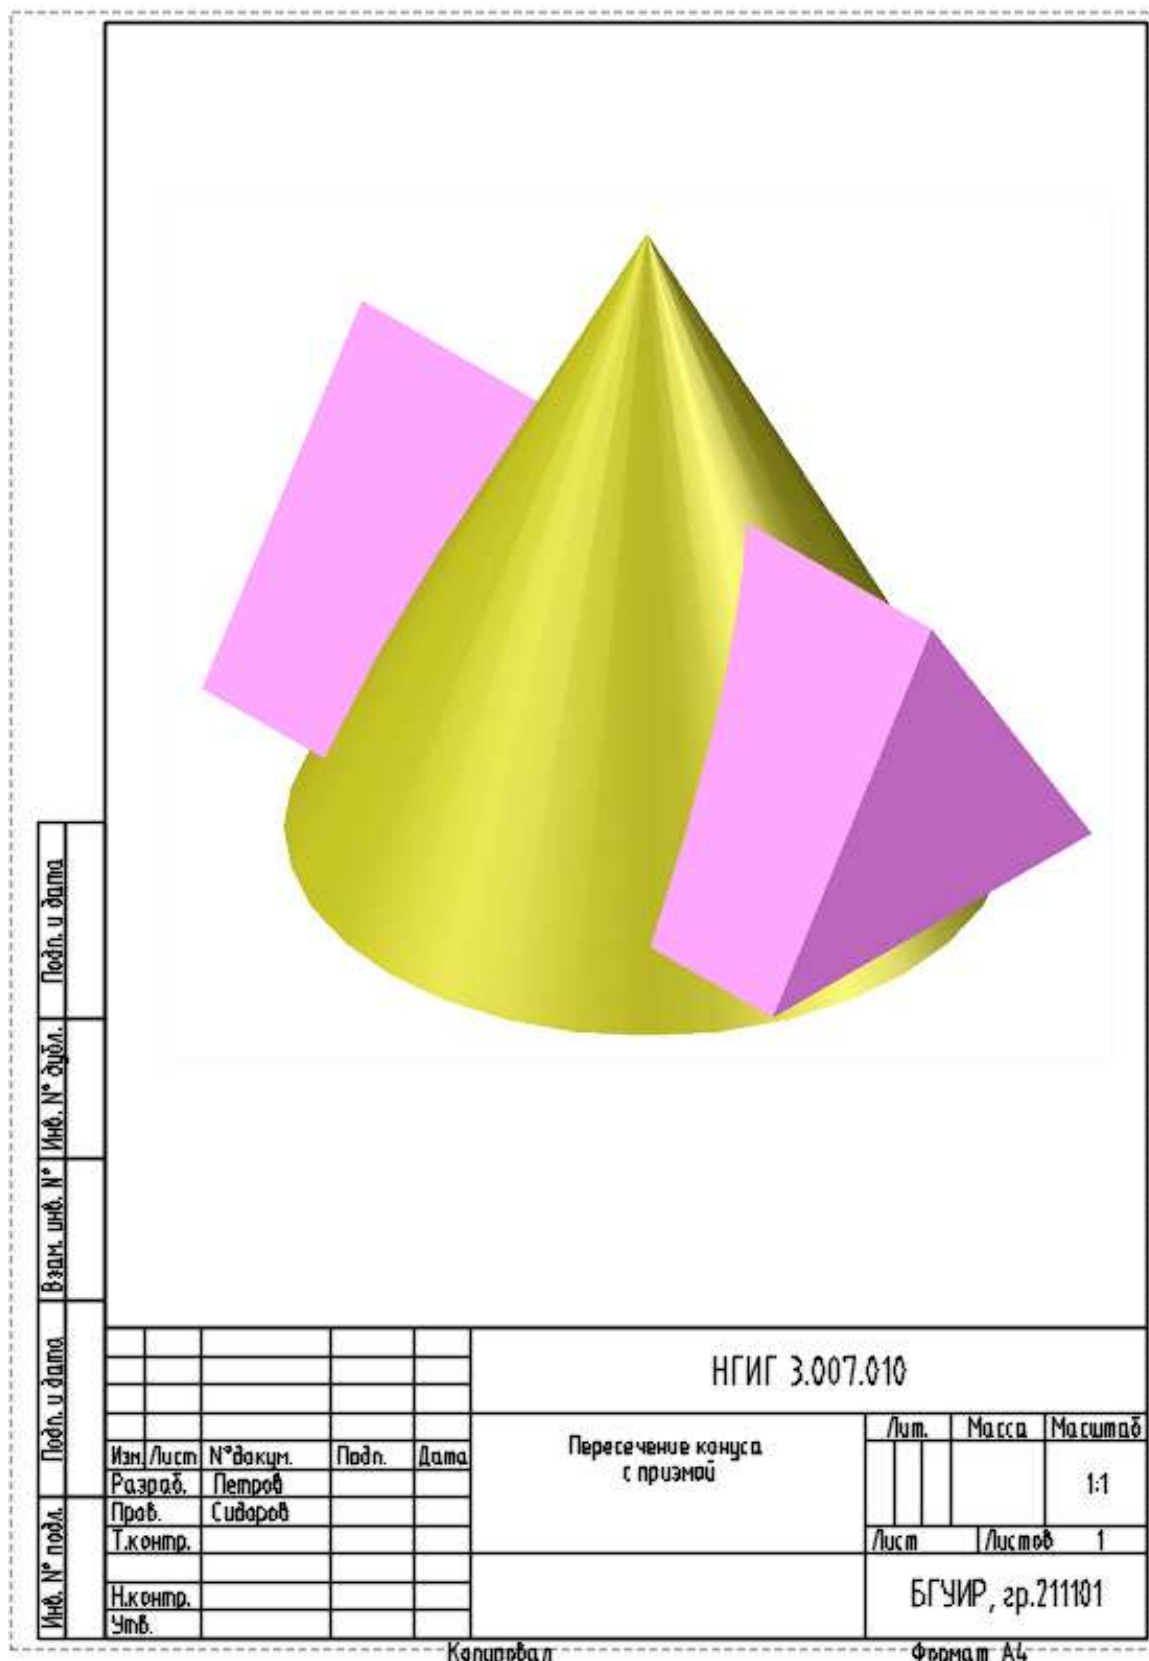

Рис.25. Подготовленный к выводу графический документ с 3D-изображением объекта 2
14. Подготовленный к выводу чертеж с 3D-изображением объекта представлен на рис. 25.